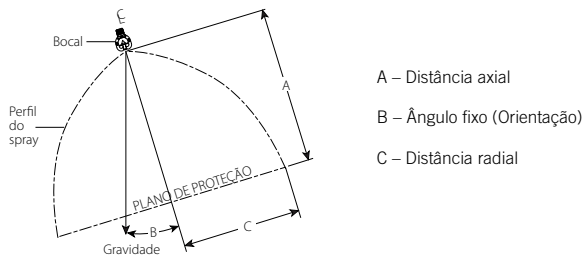

Figura 3 – Variáveis da cobertura do spray
- A Figura 2 ilustra a distância radial em várias alturas com base no teste na posição pendente com pressão de descarga de 10 psi, 20 psi e 60 psi / 69 kPa, 138 kPa e 414 kPa (veja Figura 3, Variável C).
- A Figura 5 ilustra a distância radial em várias alturas com base no teste na posição pendente com pressão de descarga de 10 psi, 20 psi e 60 psi / 69 kPa, 138 kPa e 414 kPa (veja Figura 3, Variável C).